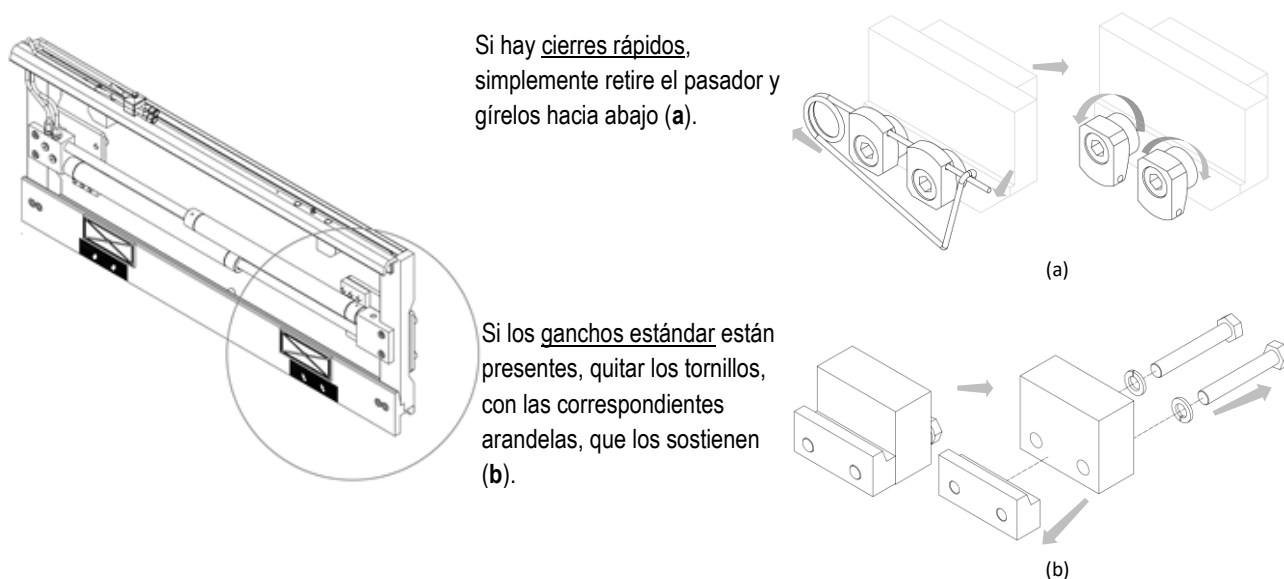

Figura 14
5. Quitar los ganchos inferiores del equipo y engrasar las deslizaderas inferiores (mira *Figura 14*).